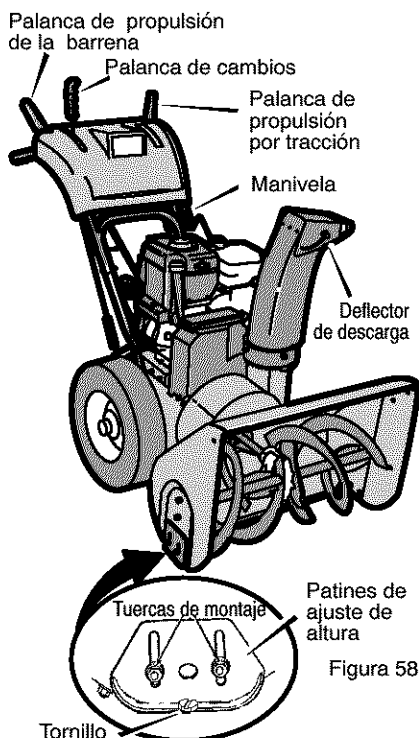

Figura 58
La Figura 58 muestra el quitanieves completamente ensamblado.
4. Para propósitos de envío, los **patines de ajuste de altura**, van sujetos a la plataforma de envío. Saque el **tornillo** que sujeta cada **patín** a la plataforma. Vea la Figura 58.